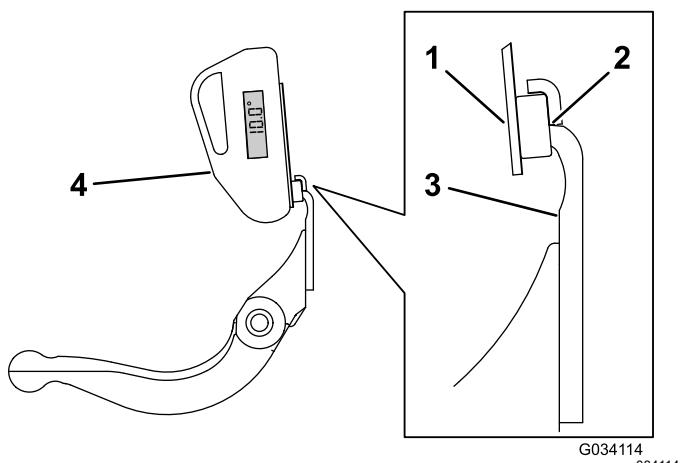

Figura 24
3. Posizionate il supporto del goniometro sul bordo della controllama, in modo che il bordo del magnete corrisponda a quello della controllama (**Figura 24**).
illustrato nella **Figura 24**.